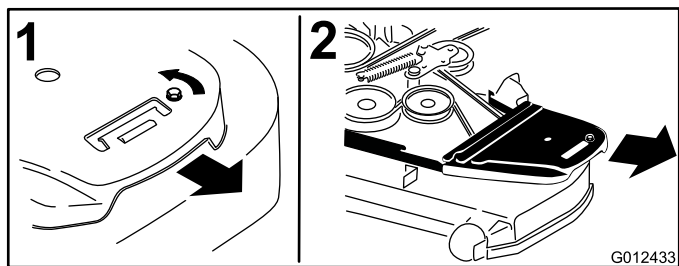

Figure 55
4. Déposez les couvercles de courroies ainsi que les boulons fixés dessus (Figure 55).